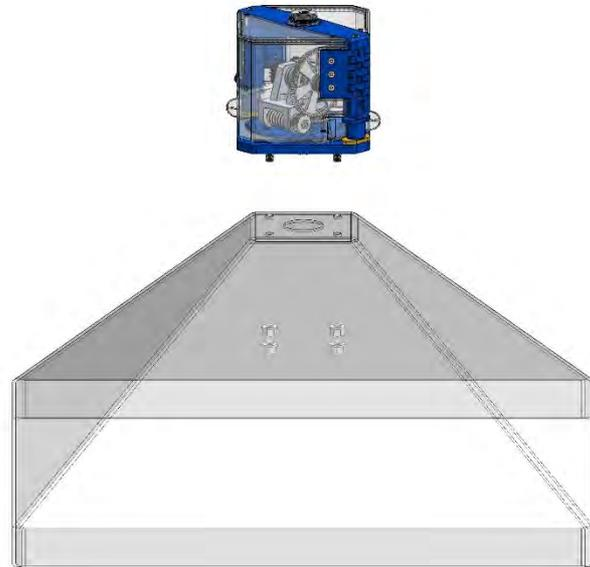

Figure 10
1. Placez le Twister sur la coupole. Assurez vous que les vis sont bien insérées dans les trous correspondants. Figure 10;